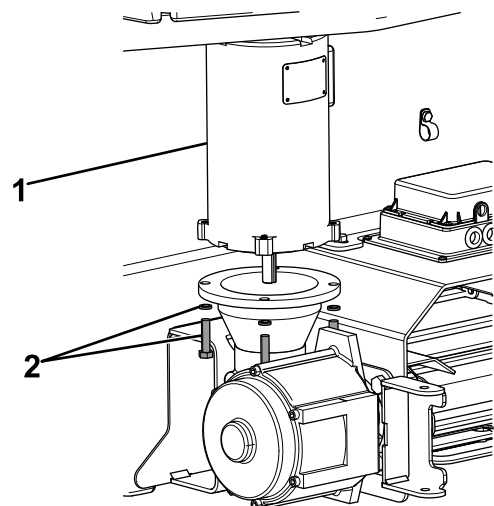

**Bild 10**
- Entfernen Sie die Kunststoffclips, mit denen die hintere Abdeckung am Füllkasten befestigt ist (Bild 10).